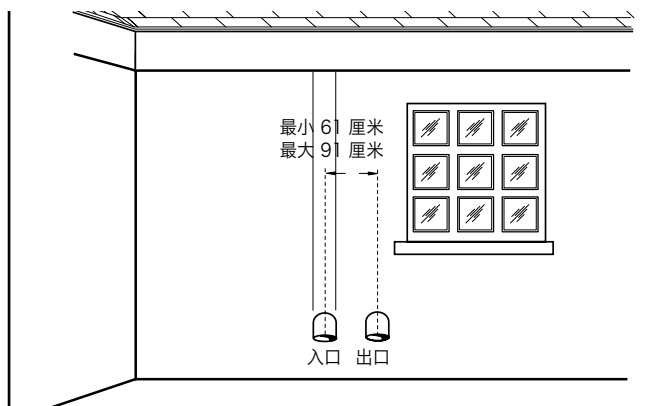

图 5
1. 切开两个孔，让管道通过。对于 2 英寸管道，孔直径应为 6.4 厘米，对于 3 英寸管道，孔直径应为 8.9 厘米，对于 6 英寸管道，孔直径应为 16.5 厘米。通风口必须保持 61 厘米至 91 厘米范围内的水平距离。关于额外信息，请参见图 5。